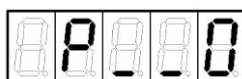

Рисунок 9
3. Нажать кнопку , после чего осуществится вход в подменю "SCAL". При этом отобразится обозначение "P__0" (условное обозначение нижней границы диапазона показаний) (рисунок 9).